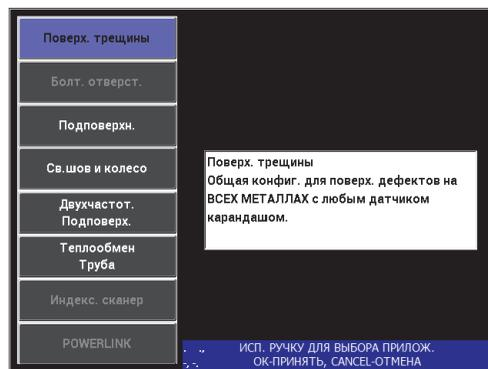

Рис. 5-91 Выявление поверхностных трещин
2. Нажмите клавишу меню ADV SETUP (), затем выберите **ВЫБР ПРИЛ.** (клавиша A), чтобы открыть меню выбора приложений. С помощью ручки регулятора выберите **Поверх. трещины** и нажмите  для подтверждения (см. Рис. 5-91 на стр. 204).